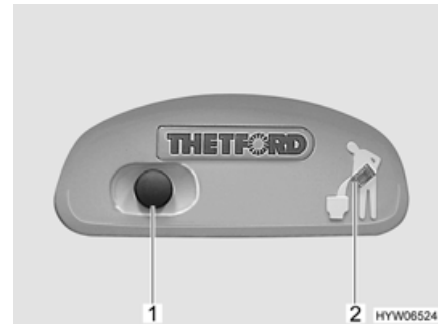

Bild 179 Spülknopf/Kontroll-Leuchte Thetford-Toilette
- Zum Spülen den blauen Spülknopf (Bild 179,1) drücken.
Die Kontroll-Leuchte (Bild 179,2) leuchtet, wenn die Thetford-Kassette entleert werden muss.